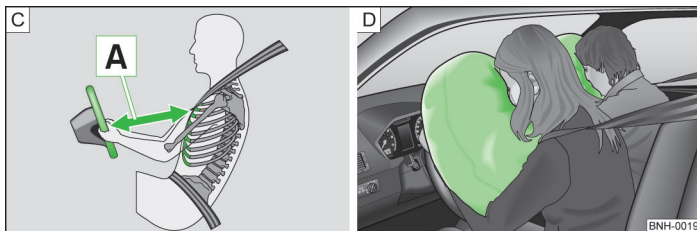

Fig. 165 Distanța sigură față de volan/airbaguri umplute cu gaz
Când se declanșează airbagurile, acestea se umflă în fața șoferului și pasagerului din față » fig. 165 - [D]. Airbagul umflat amortizează mișcarea spre înainte a pasagerilor reducând astfel riscul de rănire în zona capului și a pieptului.
- Atât pentru șofer cât și pentru pasagerul față este important să păstreze o distanță de aproximativ 25 cm față de volan, respectiv de planșa de bord [A] » fig. 165. Dacă nu se respectă această distanță, sistemul airbag nu își poate exercita eficiența maximă – Pericol! Pe lângă acestea, scaunele din față și tetierele trebuie să fie întotdeauna reglate în funcție de mărimea corpului.